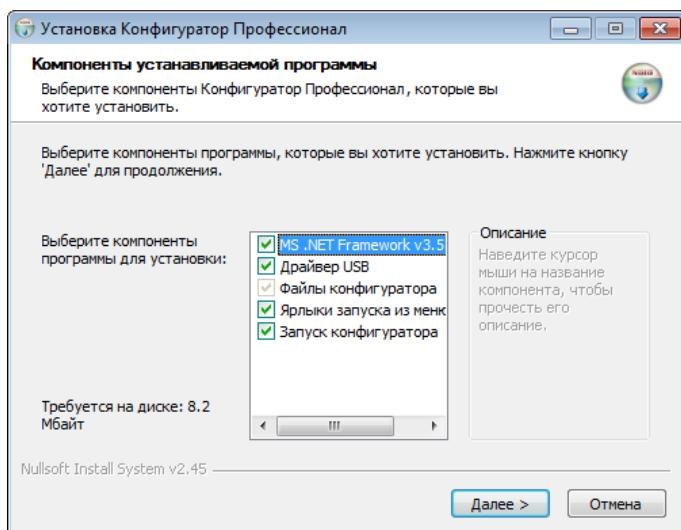

Рисунок 6.1 — Окно *Компоненты устанавливаемой программы*
4. В открывшемся окне оставьте установленными все флажки и нажмите кнопку **Далее >** (см. рисунок 6.1).